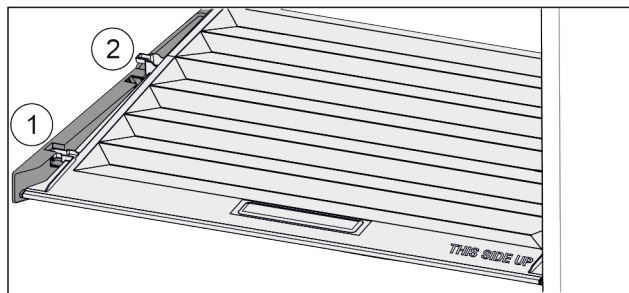

Fig. 124
- ▶ Vytáhněte víko dopředu až k otvoru v přídržných dílech Fig. 124 (1).
- ▶ Vzadu zespuď nadzvedněte a vyjměte směrem nahoru Fig. 124 (2).